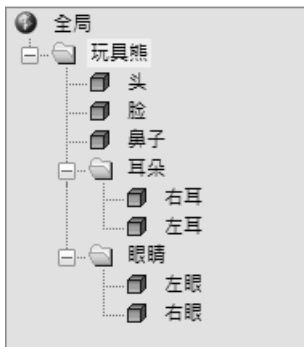

图 2-114 建组及重命名（“玩具熊”）
- 6) 在全局浏览器中，按住〈Ctrl〉键，单击对象“头”“脸”“鼻子”，以及组“耳朵”“眼睛”，随后创建一组群，为其重命名为“玩具熊”，如图 2-114 所示。